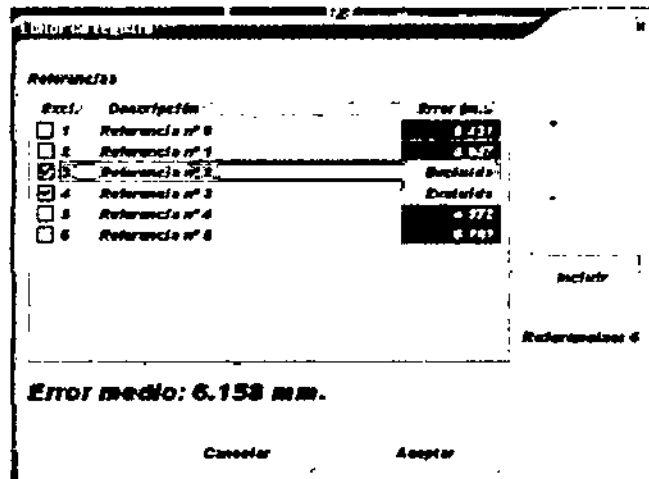

Ilustración 1. Diálogo Editor de registro.
2. Se mostrará el diálogo de la Ilustración 10 Ilustración 1.